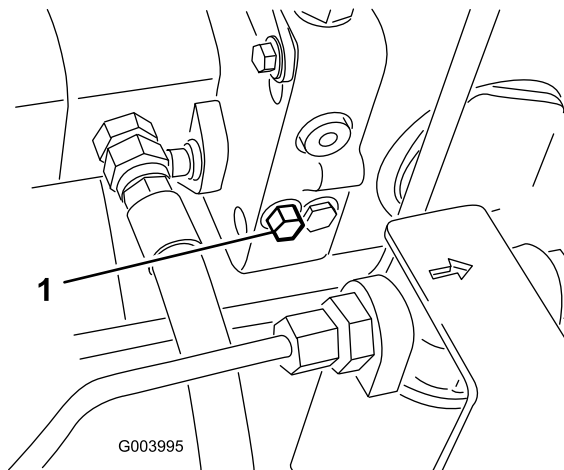

Figura 19
1. La válvula de desvío está situada en el lado izquierdo del hidrostato (Figura 19). Gire el perno una vuelta y media para abrirla y dejar pasar el aceite internamente. Puesto que el aceite se desvía, la máquina puede ser movida lentamente sin dañar la transmisión.